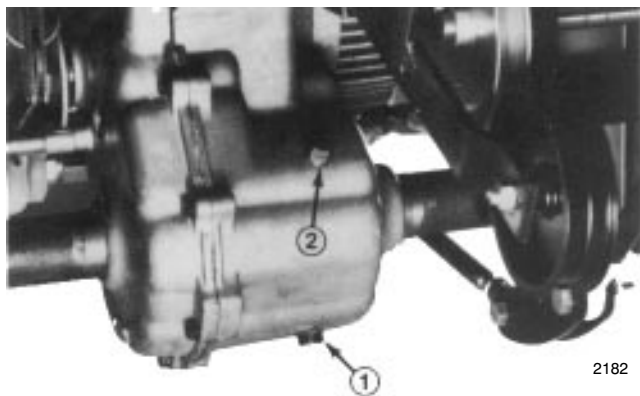

Abbildung 37
2. Den Bereich um die Ablassschraube herum reinigen und eine Auffangschale unter die Ablassschraube an der Achse stellen (Abb. 37).
3. Die Ablassschraube entfernen und das Öl in eine Auffangschale fließen lassen (Abb. 37). Wenn das Öl abgelaufen ist, die Ablassschraube wieder anbringen.
4. Die Einfüllschraube entfernen und bis zur Höhe der Schraube mit Öl SAE EP-90 auffüllen (ca. 14,9 cl/44 oz.) (Abb. 37).